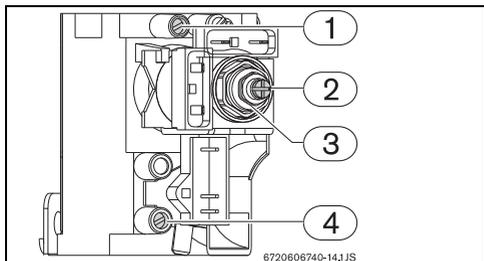

Fig. 20 Pontos de medição de pressão
- **Gás Natural** - Utilizando a porca de ajuste (Fig. 20, [3]) regular a pressão até atingir os valores indicados na Tab. 11.
- **Gás Líquido** - rodar a porca de ajuste (Fig. 20, [3]) até ao batente.
- Utilizando o parafuso de ajuste (Fig. 20, [2]) regular a pressão até atingir os valores indicados na Tab. 11.